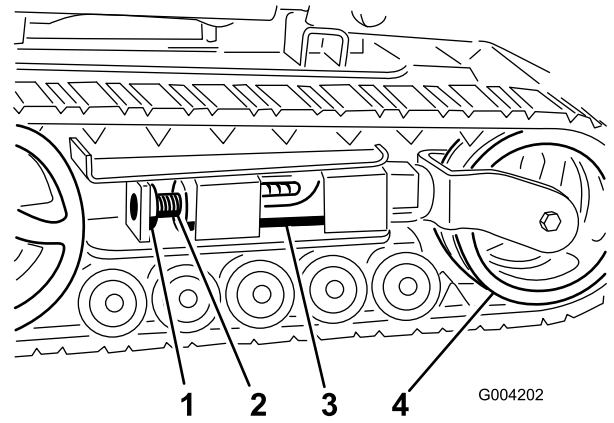

Figura 45
4. Retire el perno de bloqueo y la tuerca (Figura 45).
6. Alinee la muesca más próxima del tornillo tensor con el taladro del perno de bloqueo, y fije el tornillo con el perno de bloqueo y la tuerca (Figura 45).
5. Usando una llave de carraca de ½", alivie la tensión en la oruga girando el tornillo tensor en sentido horario (Figura 45 y Figura 46).
- Retire el perno de bloqueo y la tuerca (Figura 45).
- Usando una llave de carraca de 1/2", alivie la tensión en la oruga girando el tornillo tensor en sentido horario (Figura 45 y Figura 47).